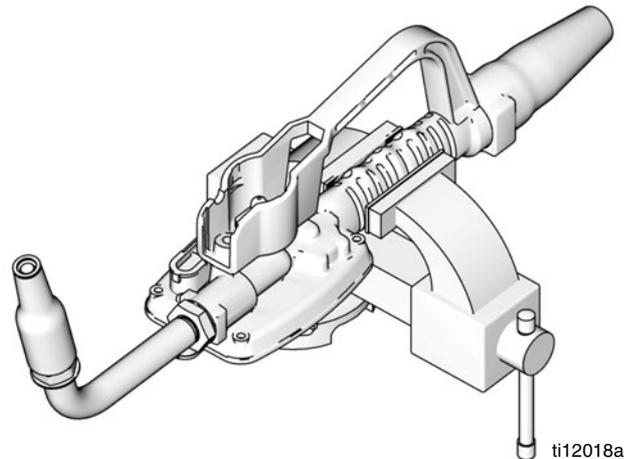

FIG. 14
9. **Todos los medidores:** Voltee al revés la carcasa y vuelva a asegurarla en una prensa de tornillo, como se muestra en la FIG. 14, para poder acceder al conector de la válvula de cartucho (13).